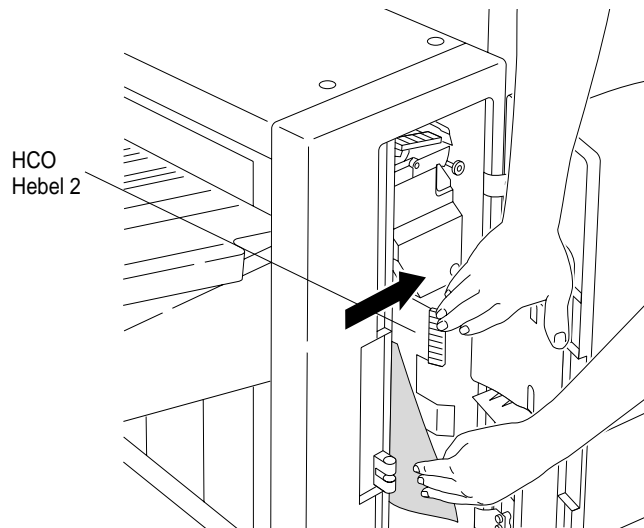

Abbildung 3-66 Beheben eines Papierstaus im unteren Bereich der HLA-Einheit mit Hebel 2
3. Ziehen Sie den Hebel 2 zurück (Abbildung 3-66) und nehmen Sie das Papier heraus.